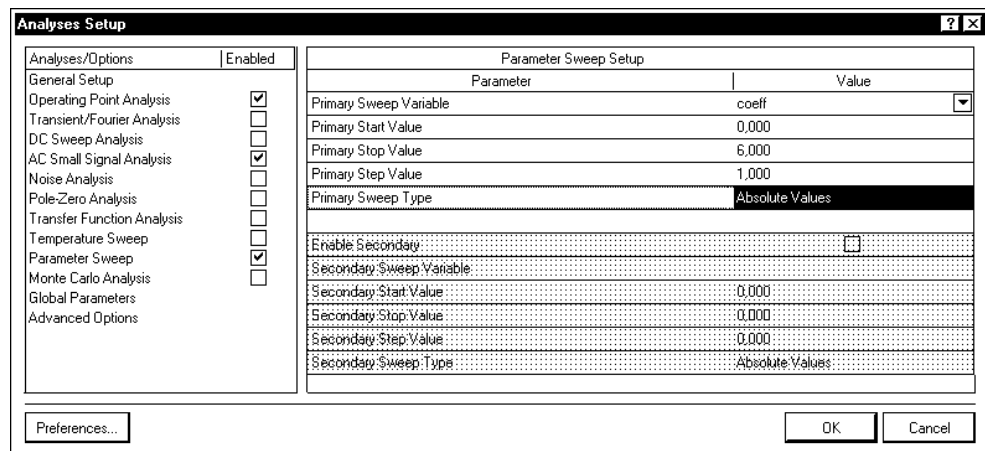

Рис. 9.12. Окно настройки режимов моделирования: вариация параметра — Parameter Sweep
3. Активизировать и установить признак **Enabled** для функции параметрического анализа. Откроется панель настроек режима анализа **Parameter Sweep Setup** (рис. 9.12). Программа допускает проведение двухмерного параметрического анализа: для каждого шага вариации первичного параметра (**Primary**) может выполняться полный цикл вариации вторичного параметра (**Secondary**), но в нашей задаче нам это не требуется, поэтому необходимо назначить настройки только для первичного параметра: